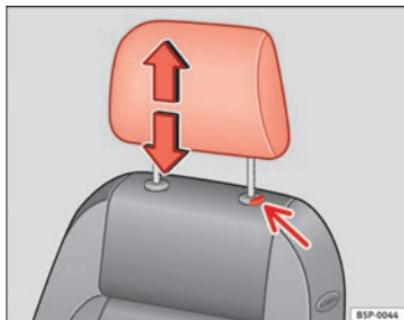

Fig. 93 Poggiatesta: regolazione dell'altezza oppure smontaggio
- Premere il tasto ⇒ fig. 93 (freccia).